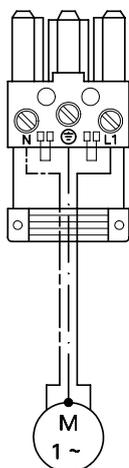

Fig. 6
- per pompa di carico bollitore come da fig. 6
- per pompa di miscelazione come da fig. 6.
- (A) Relè
- (B) Pompa trifase